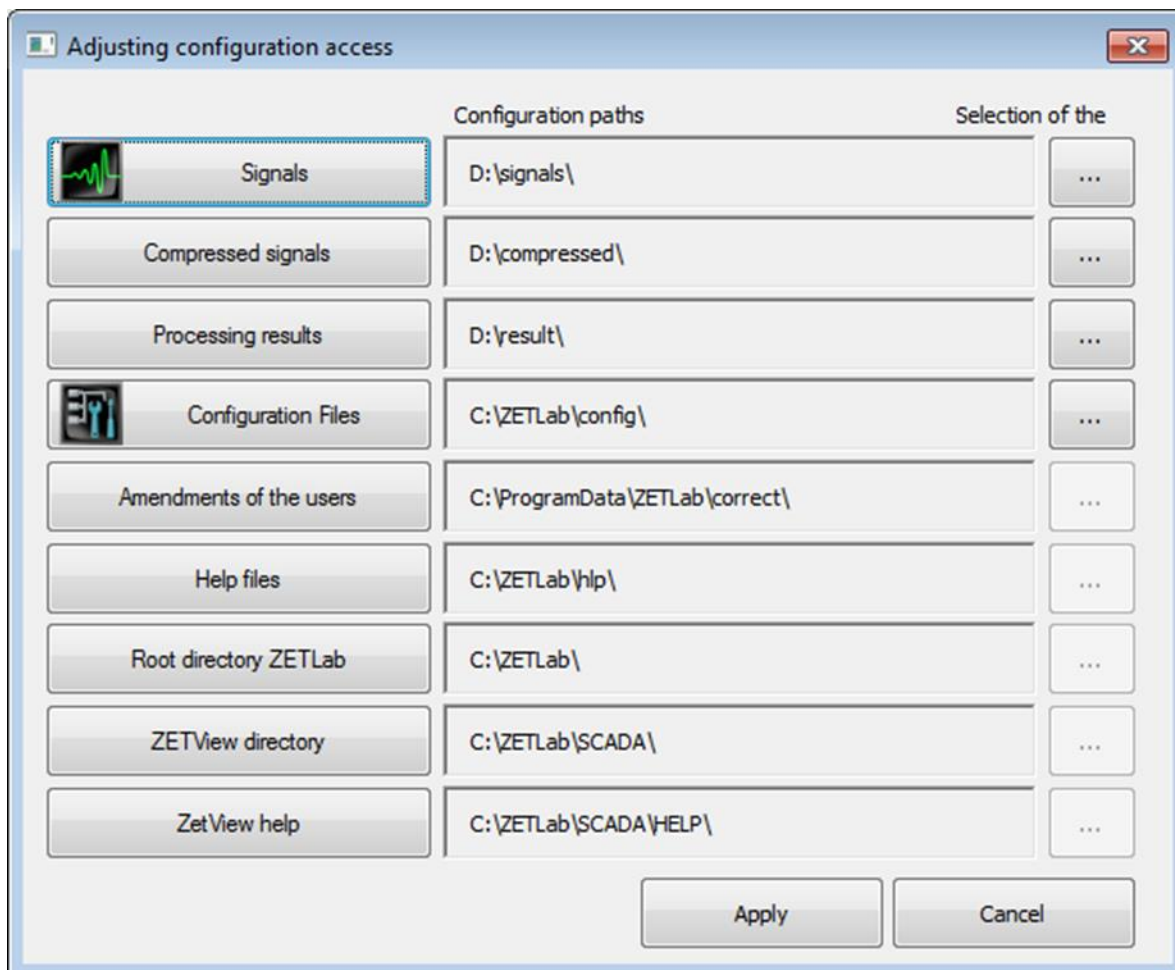

Figura 3.2 Ventana Ajuste del acceso a la configuración “Ajusting configuration access”
En la ventana de Ajuste del acceso a la configuración “Adjusting configuration access” (Figura 3.2) habilitar el panel «...» para cada uno de los directorios correspondientes al tipo de datos guardados (señales, señales comprimidas), verá la ventana de Elección del directorio “Choose the directory”. Aquí se puede asignar la ruta de configuración y activar la tecla Aplicar “Apply”.
4) Seleccione el intervalo de tiempo necesario y active la tecla Aplicar “Apply”. Se iniciará el proceso de almacenamiento y conversión de archivos en los directorios de los archivos para almacenar las señales y datos de las señales comprimidas (*Figura 3.2*).